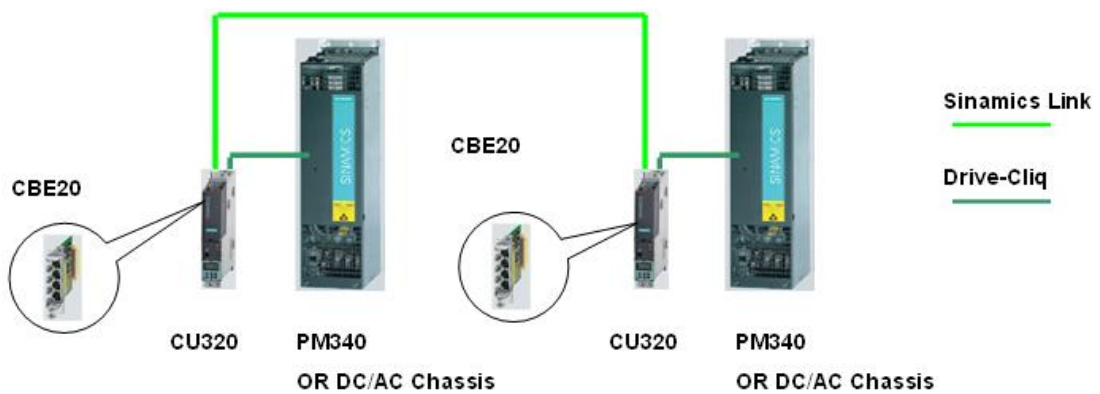

图 7
- c. 通过在 CU320 扩展插槽增加 CBE20 通讯板，使用装置间主从通讯 Sinamics Link 网络（图 7），具体配置方法见下面链接：